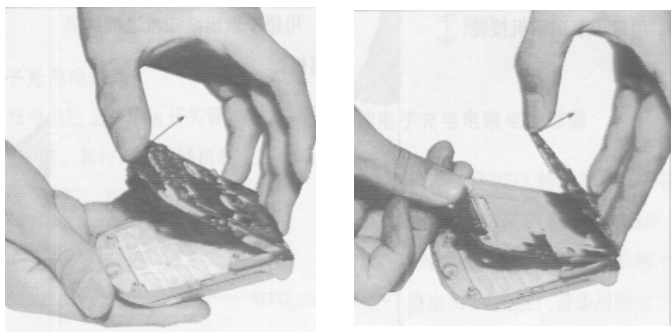

图 3-5-35 取出三星 SGH800 话机的主板
- (2) 按箭头方向用镊子取出音量调节按钮。
- (3) 按箭头方向用镊子取出音量调节按板。
- (4) 按箭头方向取出话机主板，如图 3-5-35 所示。